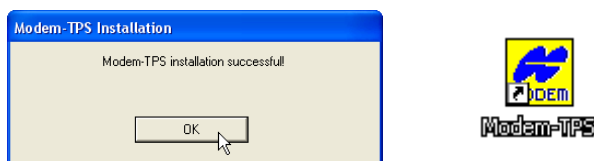

Figura 2-3. Instalación Completa y Acceso Directo
3. Haga clic en **OK** para completar la instalación (Figura 2-3).